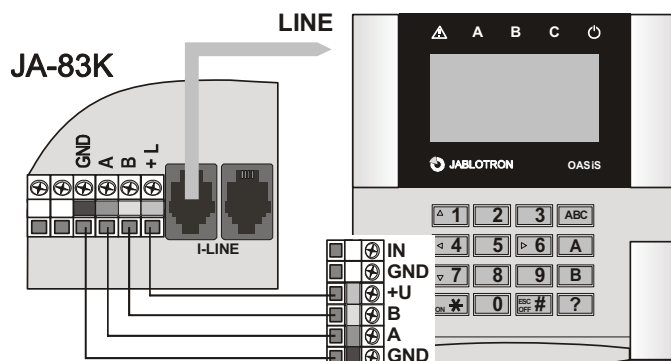

Abb. 1 Verbindung der Tastatur mit der Zentrale
- Bei der Installation der Tastatur auf die endgültige Stelle immer einen Kabel mit gedrehten Paaren (+U GND und A B, Länge max. 100m) verwenden. Es werden miteinander die gleichen Busklemmen in der Zentrale und der Tastatur (Abb. 1) verbunden (GND, A, B, +U).